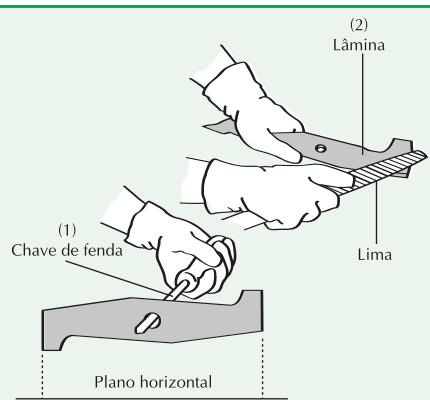

Figura 8
- Certifique-se que a lâmina está平衡ada. Utilize uma chave de fenda e mantenha a lâmina paralela ao plano horizontal, como mostra a Figura 8. Uma lâmina que está balanceada vai ficar paralela ao chão, caso contrário, o lado pesado irá girar em direção ao chão. Afie o lado pesado até a lâmina ficar equilibrada.